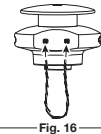

Fig. 16
1. Inserte cada extremo de la línea de reemplazo en los orificios a cada lado del gancho de retención (Fig. 16).